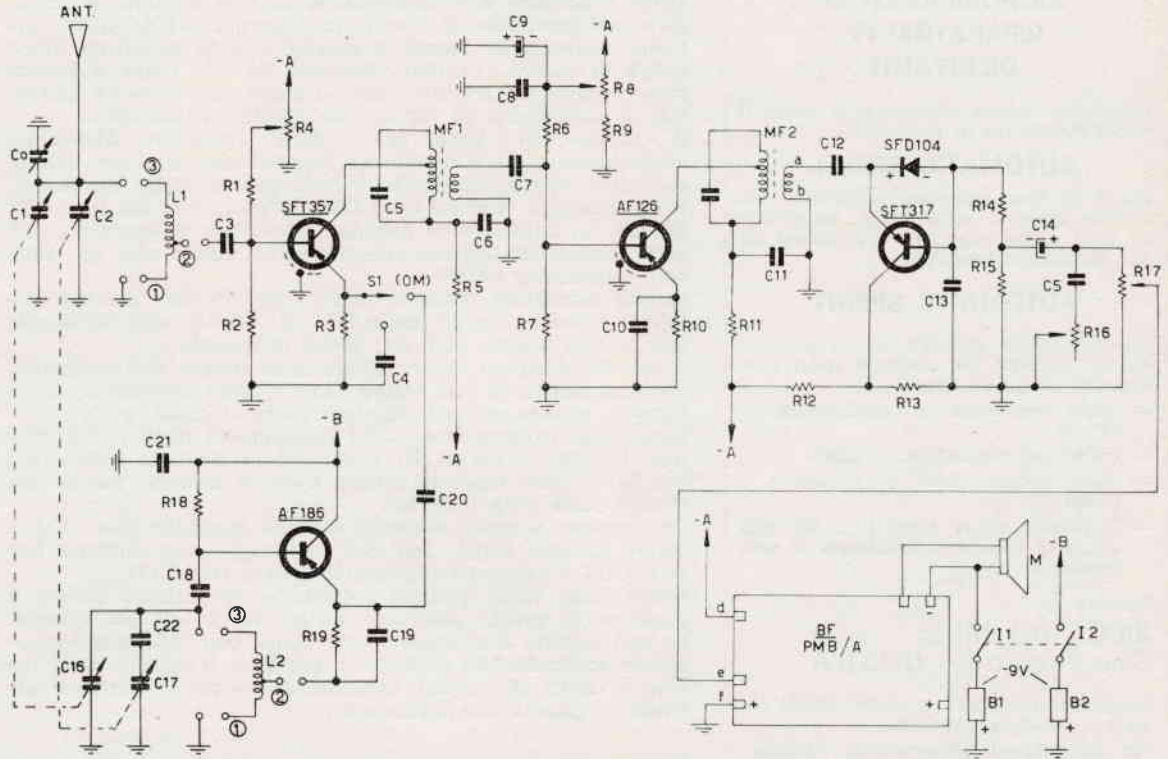

Figura 1 - Schema del ricevitore « Super 88 »
Lo schema del « Super 88 » è riportato nella figura 1. La BF si può acquistare già pronta e funzionante per poche migliaia di lire. Quella qui usata è la BF Philips a 4 transistori PMB/A (7 mV d'entrata, 0,5 W d'uscita) a cui si devono collegare soltanto la bobina mobile di un piccolo altoparlante (8 ÷ 12Ω), l'alimentazione (batteria B1 a 9V), il cursore del potenziometro R17 (controllo di volume) e la massa. Chi si accontenta del solo ascolto in cuffia, può omettere tutta questa parte e inserire una cuffia (2 x 2000Ω) fra il cursore di R17 e massa. In tal caso il ricevitore si riduce a soli 4 transistori, pur restando le altre prestazioni invariate; i punti alimentati dalla presa -A vanno collegati direttamente alla batteria B1 aggiungendo un condensatore da almeno 100 μF/12 VL tra -A e massa.
Dalla figura 1 si vede che sono stati impiegati 1 diodo e 4 transistori. Chi non desidera ricevere le stazioni FM, ma solo quelle modulate in ampiezza (AM), può omettere R12, R13, C12 e il transistor SFT317; il diodo va allora collegato direttamente al punto « a » di MF2 e così il rivelatore sarà sensibile solo alle variazioni di ampiezza e non più anche alle variazioni di frequenza. Il potenziometro R16 agisce da energico controllo di tono, molto utile per attenuare eventuali note acute dovute a interferenze.
Procedendo nell'esame dello schema di figura 1 si nota che i transistori SFT357 e AF126 sono fra loro accoppiati in modo convenzionale, tramite MF1 e MF2 (accordati su 455 kc). Vi sono però due novità: le tensioni di base sono regolabili tramite R4 e R8. Ciò permette di ricavare un rendimento eleva-